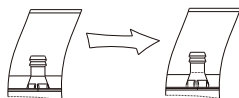

Fig.3
2. Soulevez la sortie vers le haut d'une certaine distance, comme indiqué sur la figure 3, puis tournez la sortie dans le sens des aiguilles d'une montre de 90° dans le sens de la flèche (comme indiqué sur la figure 4), afin d'éloigner la sortie des obstacles pour faciliter son retrait.